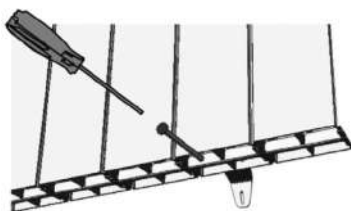

Figura 11
7. Inserte los dos tacos y asegure con los dos tornillos (B) para fijar completamente el calentador a la pared (Figura 11).